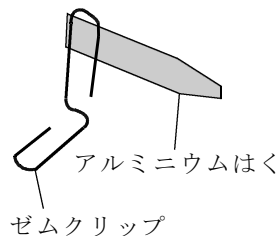

図2 端子
- 2 ゼムクリップを2個、それぞれの小さい方の輪がゼムクリップの面に対して垂直になるように立てる (図2)。
- 3 長さ5 cm×幅2 cmの2枚のアルミニウムはくをそれぞれ折り、長さ5 cm×幅1 cmとし、先端を切って細くする (図2)。
- 4 方法2のゼムクリップの大きな輪に方法3のアルミニウムはくをセロハンテープで貼り付け、端子とする (図2)。